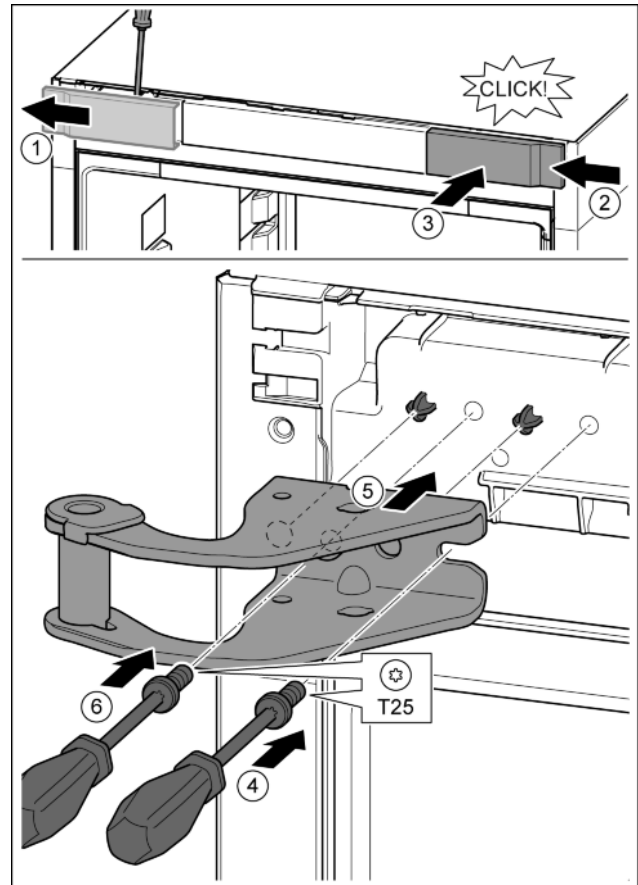

Fig. 13
- ▶ Abdeckung mit Hilfe eines Schraubendrehers lösen und seitlich abnehmen. *Fig. 13 (1)*
- ▶ Abdeckung um 180° gedreht auf der anderen Seite von rechts einhängen. *Fig. 13 (2)*
- ▶ Abdeckung einrasten. *Fig. 13 (3)*
- ▶ Schraube mit Schraubendreher T25 ansetzen. *Fig. 13 (4)*
- ▶ Oberen Lagerbock ansetzen. *Fig. 13 (5)*
- ▶ Schraube festdrehen. *Fig. 13 (4)*
- ▶ Schraube mit Schraubendreher T25 einsetzen und festdrehen. *Fig. 13 (6)*